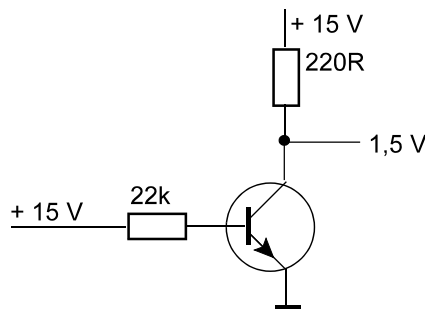

Abb. 8
10. An einer Transistorstufe werden die Spannungen gemäß Abb. 8 gemessen. Am Ausgang wollen wir aber etwa 0,2..0,3 V sehen (Kollektor-Emitter-Sättigungsspannung). Der Transistor ist o.k. Weshalb funktioniert das nicht? Wo könnte man ändern? (Die + 15 V müssen aber bleiben.)